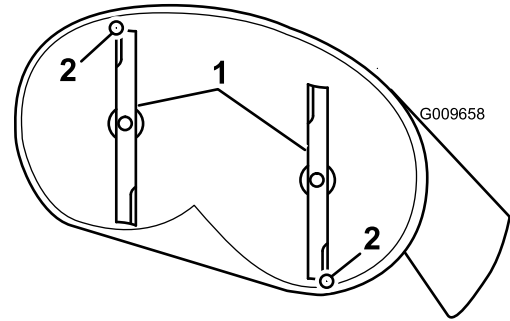
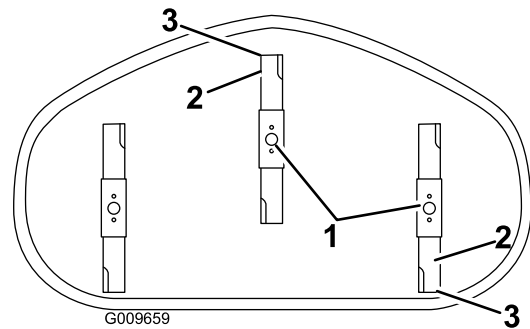

Figure 53
Figure 54
4. Faites pivoter les lames avec précaution pour faire passer les pointes avant à l'arrière (Figure 53 et Figure 54).
5. Mesurez la distance entre la pointe de la lame avant et la pointe de la lame arrière par rapport à la surface plane (Figure 53).
- 7. Une fois le réglage effectué, vérifiez à nouveau l'inclinaison avant/arrière des lames; continuez d'ajuster l'écrou jusqu'à ce que la pointe avant de la lame soit de 1,6 à 8 mm (1/16 à 5/16 po) plus bas de la pointe arrière (Figure 53).